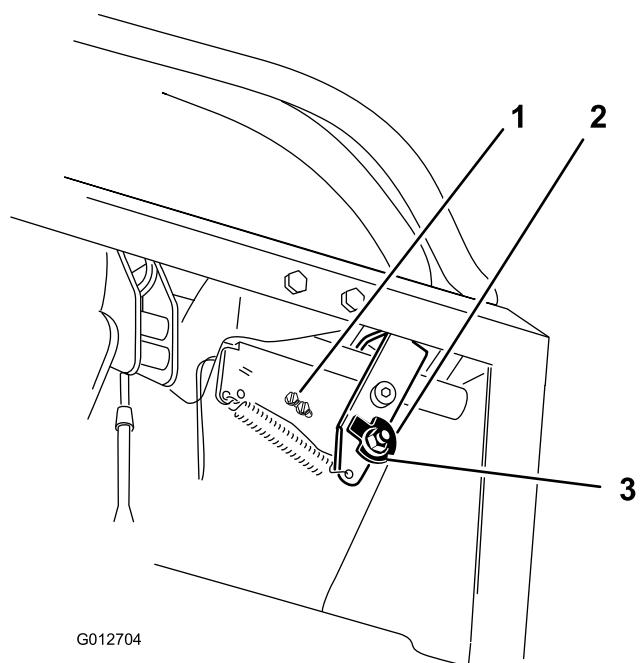
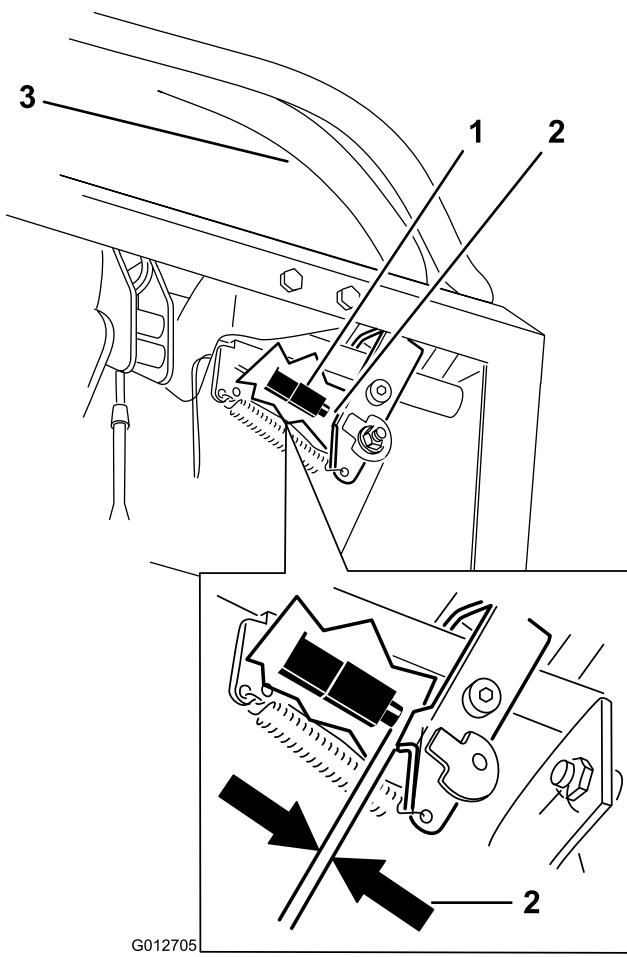

図 68
図 69
- カムを固定しているナットをゆるめる（図 68）。
- 図 69 に示されている、コントロール・レバーとスイッチとのすき間を点検する。右側コントロール・レバーがニュートラル位置でロック解除された状態で、すきまが 3mm あることが必要である。
- 必要に応じてスイッチを固定しているネジをゆるめてスイッチの位置を調整する（図 68 と図 69）。